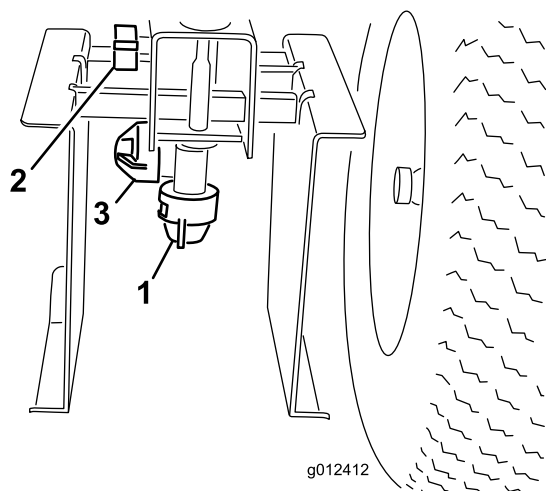

Figura 24
4. Afloje el tornillo que sujeta el tubo de la boquilla de pintura al brazo (Figura 24).